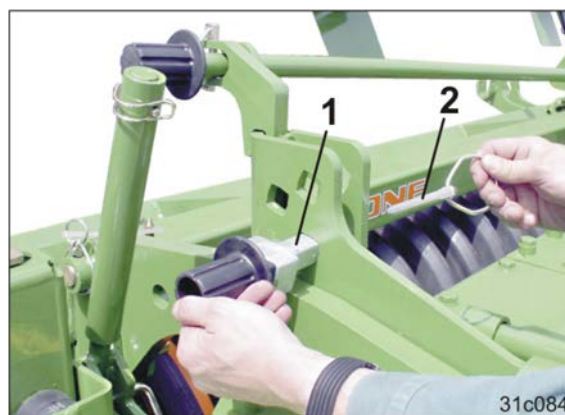

Fig. 64
4. Isæt dybdereguleringsboltene (Fig. 64/1)
5. Foretag sikring af de to dybdereguleringsbolte med ringsplitter (Fig. 64/2).